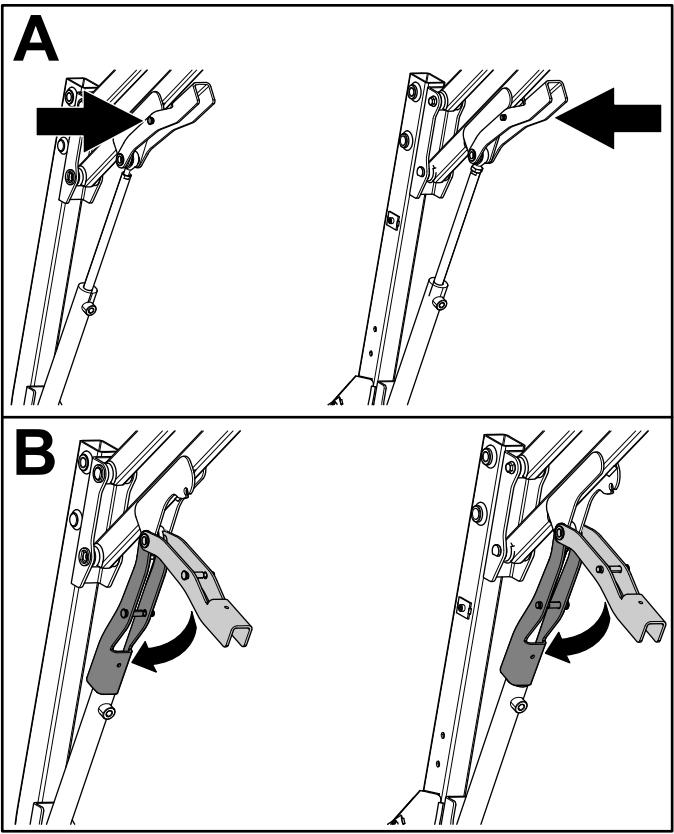

Figure 41
- Enfoncez la goupille du verrou de sécurité magnétique (Figure 41).
- Tout en maintenant la goupille enfoncee, abaissez le verrou de sécurité magnétique sur le vérin hydraulique (Figure 41).